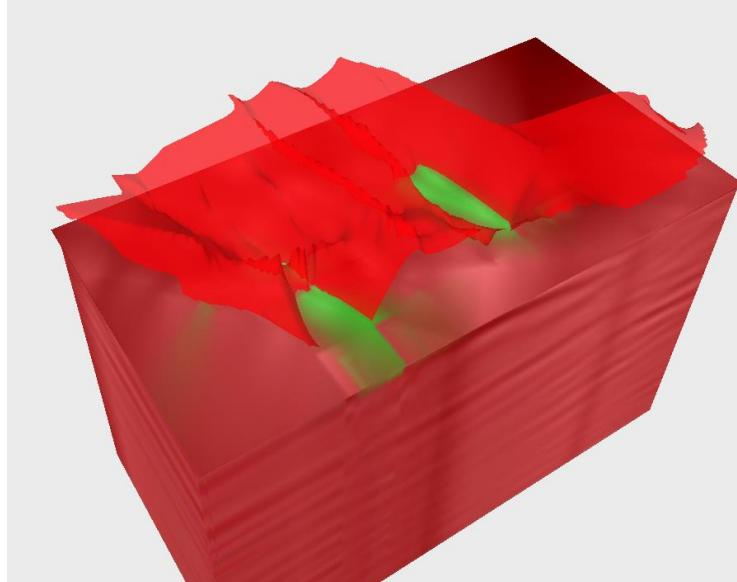

Рис. 4.24 - Прозрачность слоев
- позволяет задать прозрачность для слоёв (Рис. 4.24).